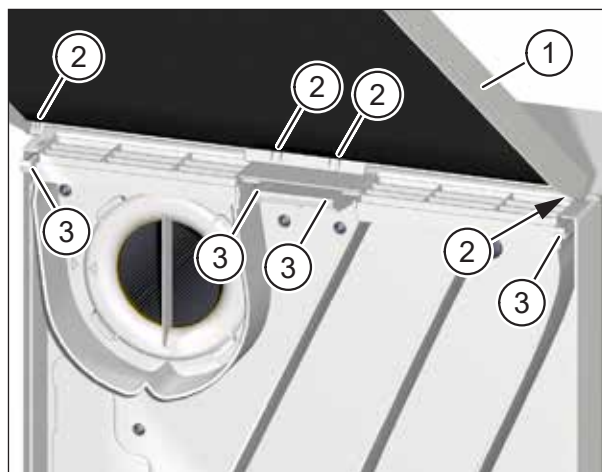

Abb. 24: Gerätedeckel auf Lüftungsgerät aufsetzen
- ▶ Fassen Sie den Gerätedeckel (Pos. 1 in Abb. 24) des Lüftungsgerätes mit beiden Händen und neigen Sie die Oberkante des Gerätedeckels in Richtung Lüftungsgerät.
- ▶ Setzen Sie die Nasen (Pos. 2 in Abb. 24) des Gerätedeckels in die Halterungen (Pos. 3 in Abb. 24) an der Oberseite des Lüftungsgerätes ein.